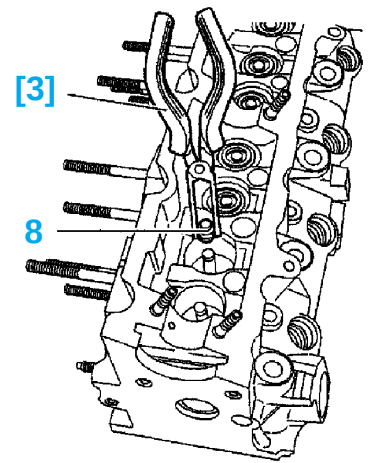

fig. 82
- Déposer les joints de queue de soupapes (8) à l'aide de l'outil [3] (-). **0170-Z** (fig. 82).